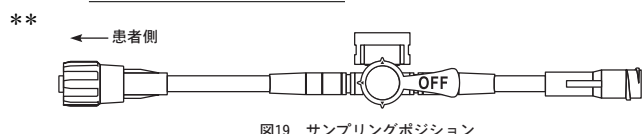

図19 サンプリングポジション
- ** (1) 採血を行うために、前述の方法に従ってVAMPキットを準備します。
- ** (2) 活栓付きプラネクタの場合は、ハンドルをサンプリングポジションにします（図19）。